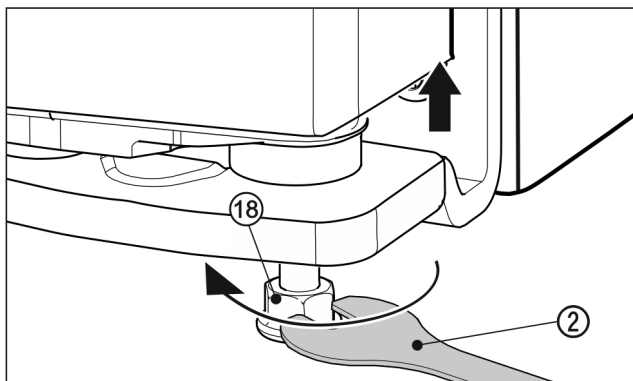

Fig. 26
- K nadzdvihnutí dvířek vyšroubujte seřizovací nožku Fig. 26 (18) přiloženým rozvidleným klíčem Fig. 26 (2) směrem doprava, až se dotkne země. Poté otáčejte dál, až budou dvířka ve správné výšce. V dodaném stavu je ložiskový čep zcela zašroubovaný.